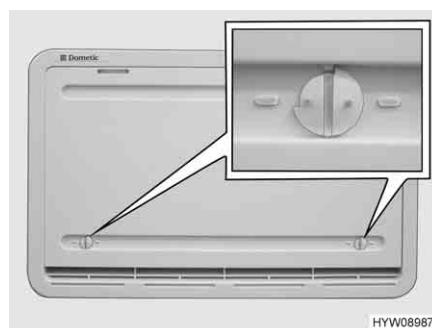

Fig. 160 Copertura invernale (griglia di aerazione del frigorifero)
Le coperture invernali (Fig. 160) proteggono il gruppo frigorifero dall'aria fredda. Posizionare le coperture invernali davanti a entrambe le griglie di aerazione del frigorifero quando la temperatura esterna scende al di sotto di +10 °C (sia per funzionamento elettrico che a gas).
- Aprire entrambi i bloccaggi (Fig. 160), la scanalatura risulterà orizzontale.
- Aprire entrambi i blocchi (Fig. 160), la scanalatura risulterà orizzontale.